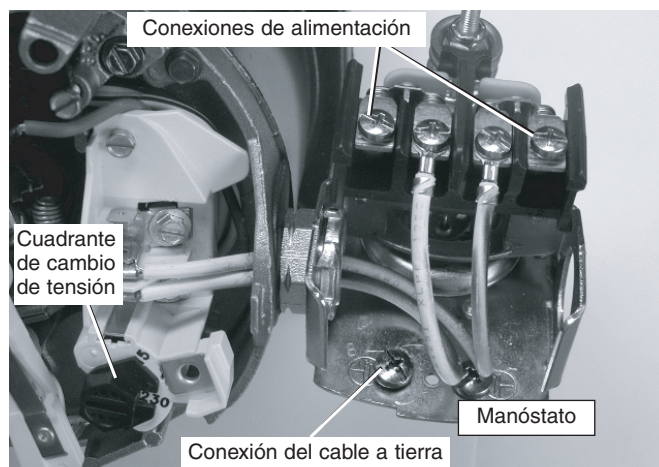

Figura 11: Tensión configurada para 230 voltios, tipo cuadrante.
3. Conecte los conductores de alimentación a los dos tornillos exteriores en el manóstat según se ilustra en el Figura 11.
4. Conecte el cable a tierra a una de las conexiones a tierra según se ilustra en la Figura 11.